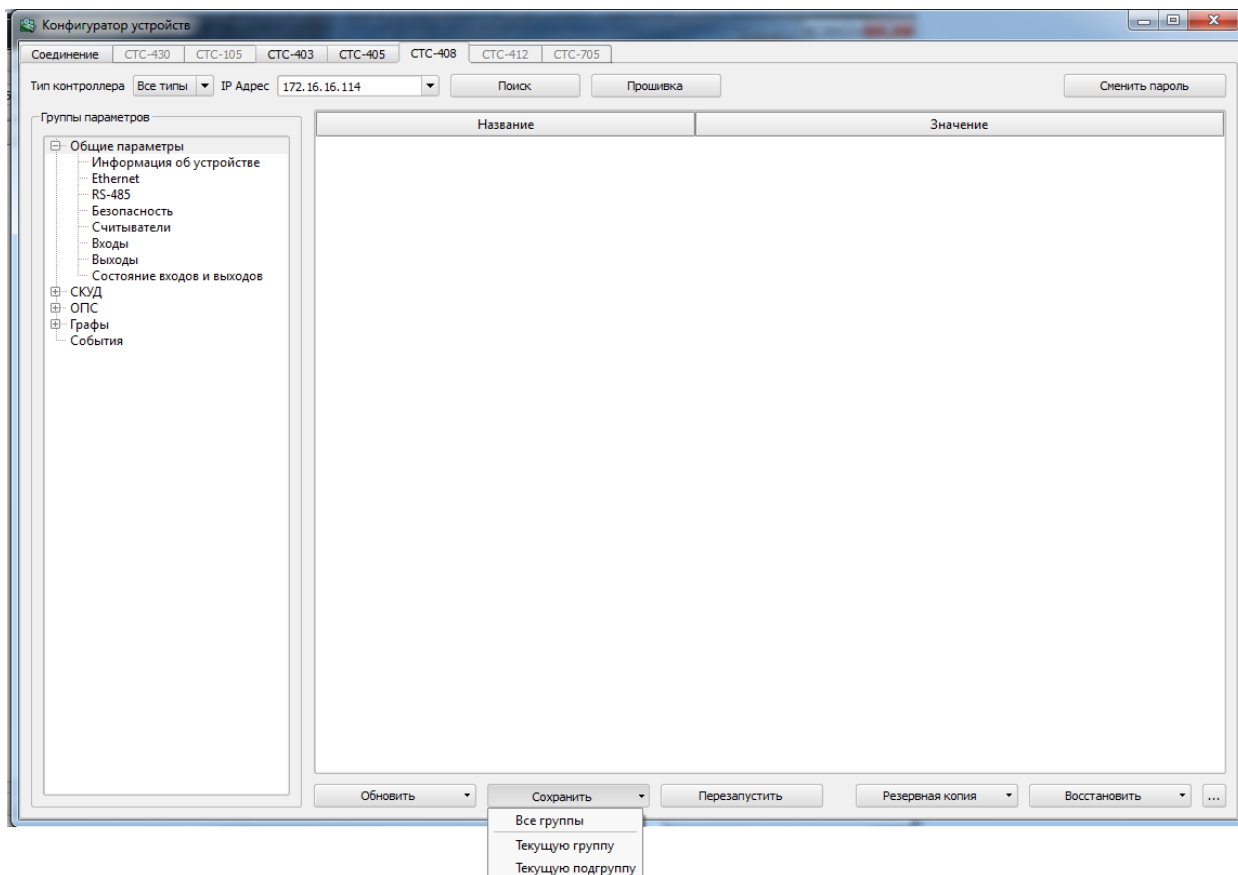

Рисунок 5
- «Сохранить» – данная кнопка позволяет сохранить изменения во все группы контроллера в любое поле из текущей выделенной группы или в текущую выделенную группу в левом параметре настроек (рисунок 5);
В контроллере имеются две конфигурации – рабочая и редактируемая. Кнопка «Обновить» позволяет получить параметры редактируемой конфигурации. При нажатии данной кнопки открывается меню, где Вы можете выбрать пункт «Обновления» (рисунок 5), а именно: